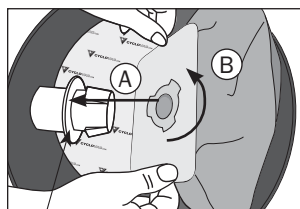

figure 18
4. Assurer l'étanchéité en insérant le sac jusqu'à la bague de rétention (**figure 18 - A**).
Effectuer une rotation du sac d'environ 20° (**figure 18 - B**) en vous assurant que les coches du sac ne sont plus alignées avec les pointes de l'adaptateur.